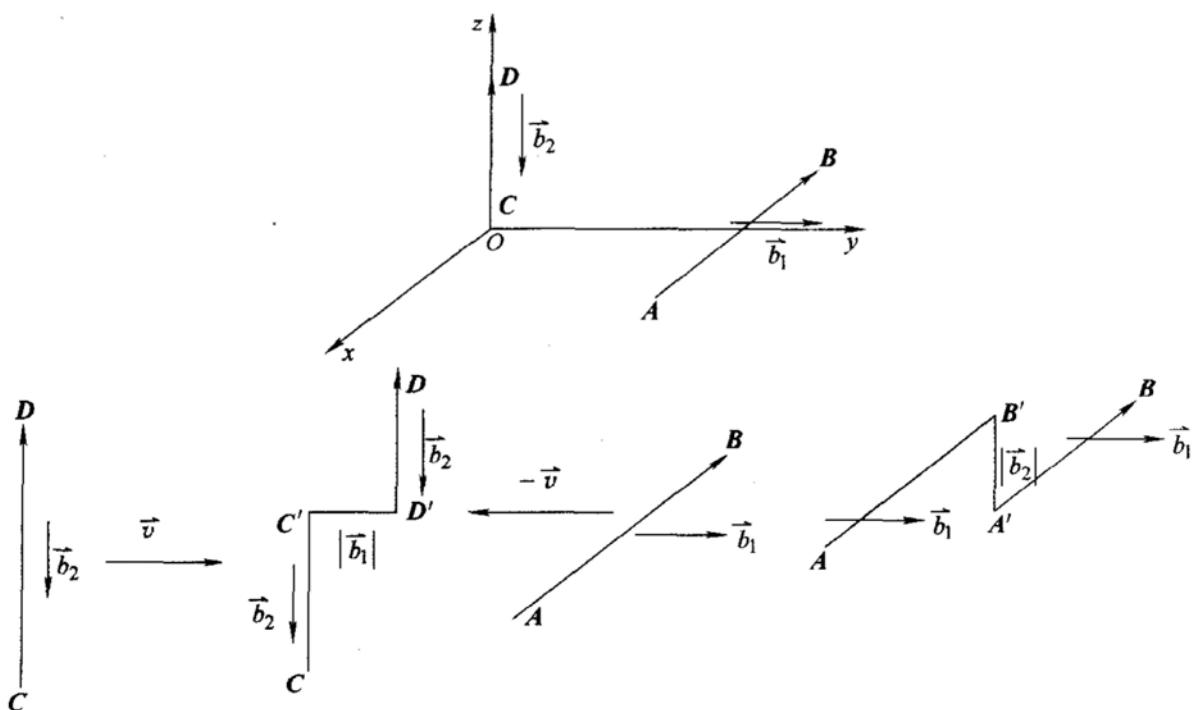

图 5-8 第五题解答图
2. 建立如图 5-8 所示的直角坐标系 $Oxyz$ 。位错 **AB** 受 **CD** 应力场的作用力为：